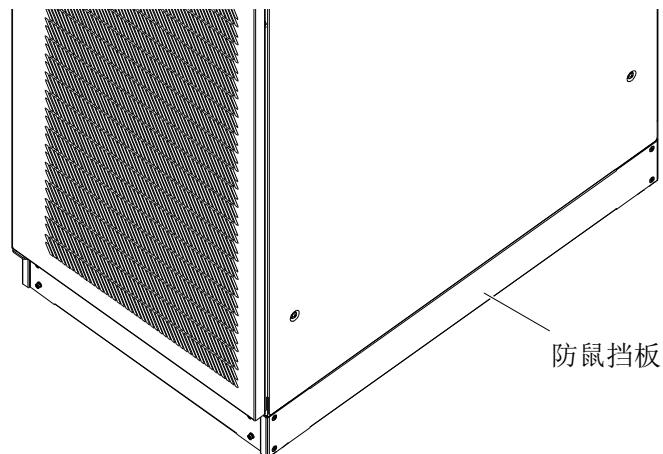

图 2-3 拆除防鼠挡板
- 如图 2-3 所示，拆除机柜底部的防鼠挡板。当 UPS 安装就位后，需恢复挡板。